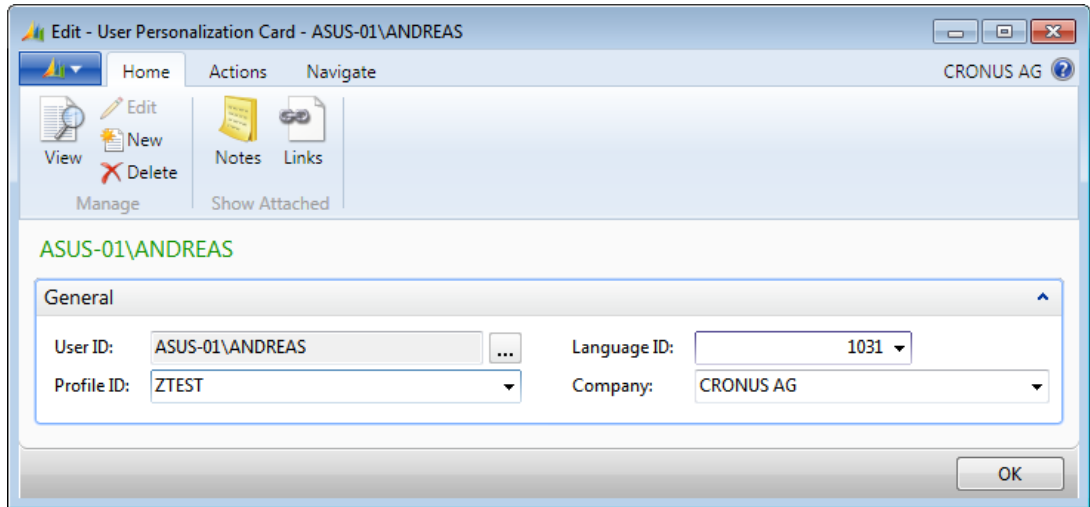

Abbildung 3.5 Profilzuordnung in der Benutzeranpassung (englische Benutzeroberfläche)
2. In der Benutzeranpassungsübersicht wählen Sie die Zeile mit Ihrer *Benutzer-ID*. Per Doppelklick öffnen Sie die Seite im Bearbeitungsmodus, wo Sie das neue Profil »ZTEST« in die Profil-ID eintragen und wieder Deutsch als Sprache wählen (siehe Abbildung 3.5).